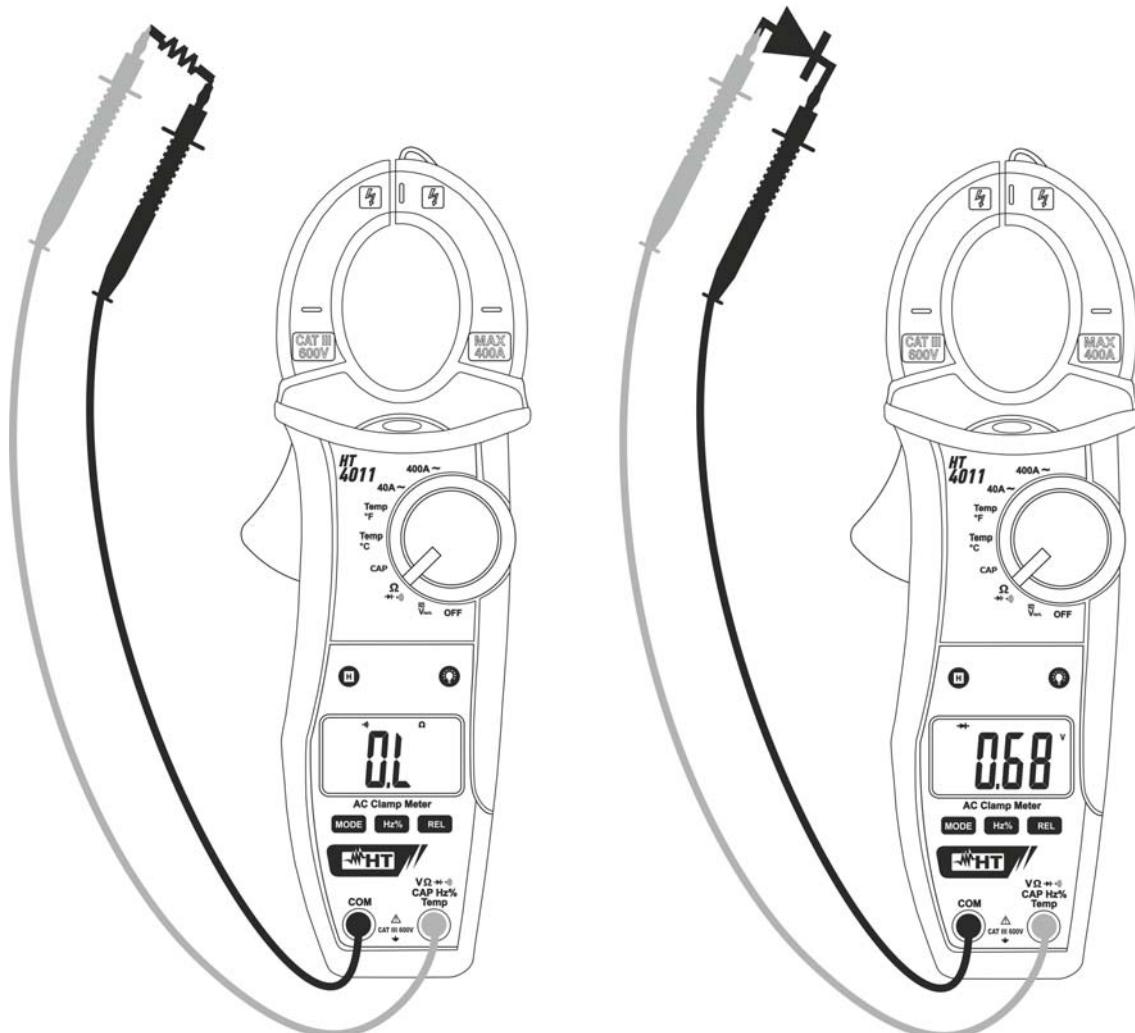

Fig. 7: Uso della pinza per Test Continuità e Prova Diodi
3. Inserire il cavo rosso nel terminale di ingresso **V Ω \rightarrow ”)CAPHz%Temp** e il cavo nero nel terminale di ingresso **COM** ed eseguire il test di continuità sull’oggetto in prova (vedere Fig. 7 – parte sinistra). Il cicalino emette un segnale acustico quando il valore della resistenza misurata è inferiore a circa 150 Ω
5. Connettere il puntale rosso all’anodo del diodo e il puntale nero al catodo in caso di misura di polarizzazione diretta (vedere Fig. 7 – parte destra). Invertire la posizione dei puntali in caso di misura di polarizzazione inversa